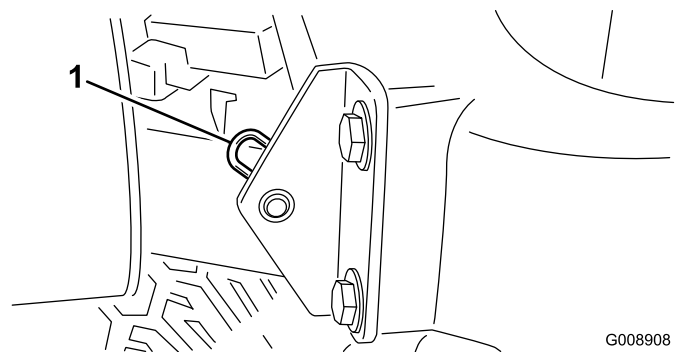

図 46
- フードのピボット部をブラケットに固定しているコッターピンを抜き取る (図 46)。